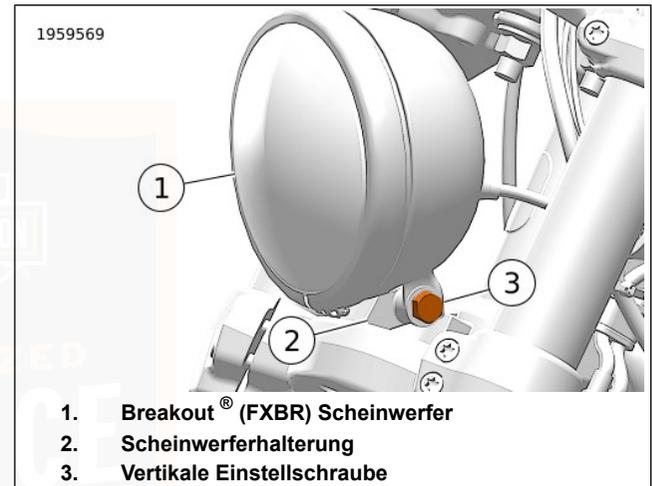

Abbildung 73. Scheinwerfereinstellung
1. Siehe Abbildung 73. Die vertikale Einstellschraube (3) lockern. Den Scheinwerfer vertikal so weit neigen, bis der Strahl auf der Mitte der horizontalen Linie liegt.
2. Die vertikale Einstellschraube (3) anziehen: